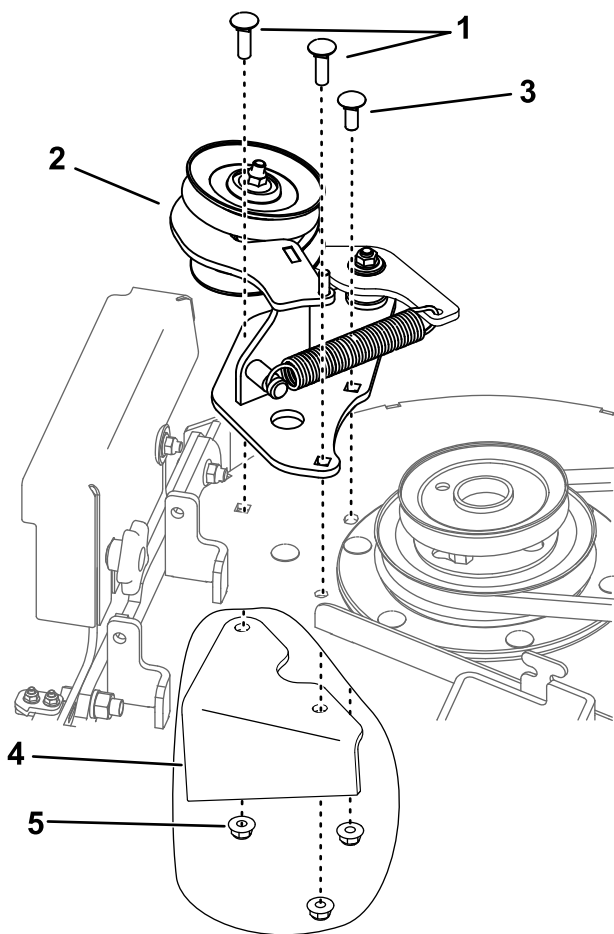

Figur 4
2. Fjern mutterne fra spindelen i den høyre remskiven, og bruk dem til å feste lederullenheten til remskiven (Figur 4).